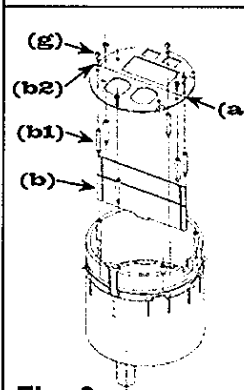
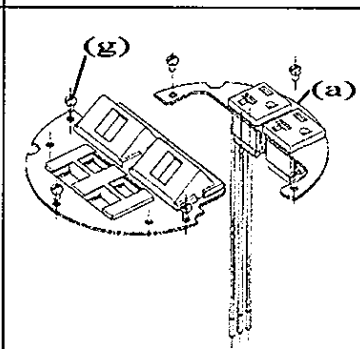
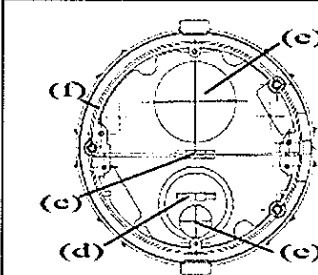
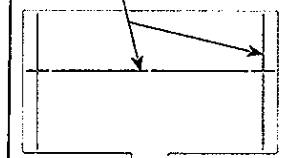

Fig. 6
Fig. 7
Fig. 8
Fig. 9
6. Install data plates and associated data components into service fitting. See Figures 6, 7 & 8:
- b. If additional space is required for devices greater than 1.7"(43 mm) in depth but not exceeding 2.9"(73 mm) depth attach (6) standoffs (b1) to mounting bracket (f). Depths measured from device mounting surfaces.
- c. Insert divider (b) between power side and data side. For 50/50 (Fig. 6) combinations insert divider tab into slot (c), Fig. 8. For 60/40 combinations (Fig. 7), break off ends of the divider along scores (See Fig. 9) and insert into slot (d), Fig. 8. For shallow depth applications break off top edge of divider plate.
- d. Attach grommets (b2) into cover plates as shown in figure 6.
6. Monter les plaques de données et les accessoires connexes dans l'accessoire de service. Consulter les Figures 6, 7 et 8:
- b. S'il faut plus d'espace pour les dispositifs de plus de 43 mm, mais n'excédant pas 73 mm de profondeur, fixer (6) éléments (b1) au support de montage (f). Calculer la profondeur à partir de la surface de montage du dispositif.
- c. Insérer le séparateur (b) entre les compartiments d'énergie et de données. Pour une répartition 50/50 (Fig. 6), insérer le séparateur dans la fente (c), Fig. 8. Pour une répartition 60/40 (Fig. 7), casser les extrémités du séparateur le long des marques (consulter la Fig. 9) puis insérer dans la fente (d), Fig. 8.
- d. Fixer deux passe-cordons (b2) dans les couvercles selon la Fig. 6.